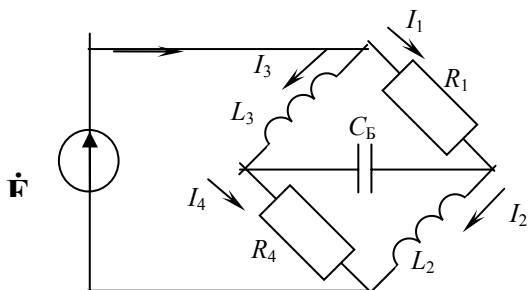

Рис. 3.11
3.1.11. Для мостовой схемы (рис. 3.11) известны  $E_1 = 130$  В,  $R_1 = 10$  Ом,  $X_{L2} = 5$  Ом,  $X_{L3} = 10$  Ом,  $R_4 = 5$  Ом,  $X_{C5} = 10$  Ом. Определить токи в ветвях и активную мощность, расходуемую в цепи.